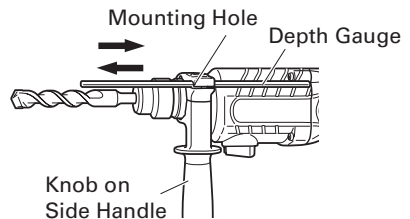

Fig. 15
7. Using depth gauge (Fig. 15)